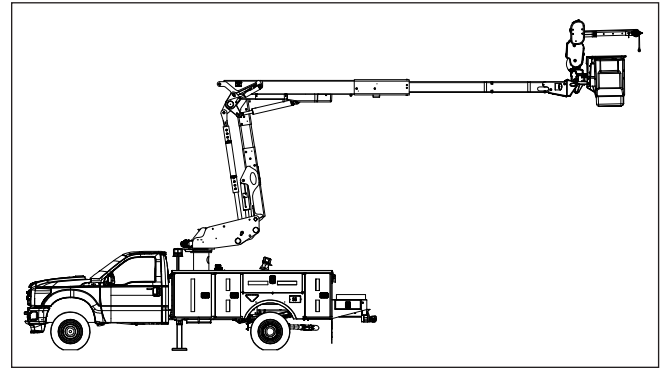

Figura 4.19 — Posición B
8. Coloque las plumas como se muestra en la Figura 4.19. No rote la tornamesa. Registre la medición del indicador.